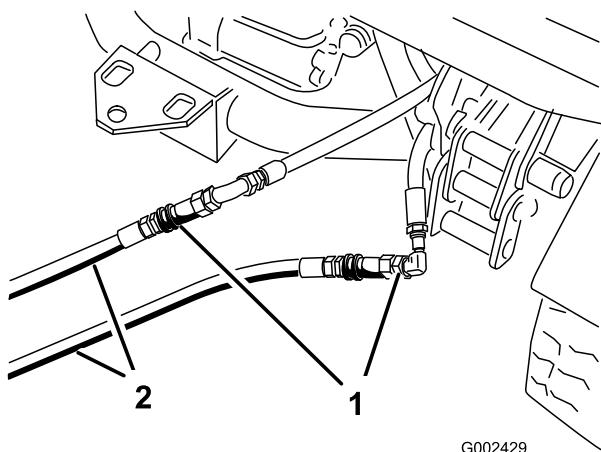

Figura 81
3. En el vehículo inmovilizado, conecte los dos manguitos de interconexión a los manguitos que fueron desconectados (Figura 81). Tapone los acoplamientos no utilizados.